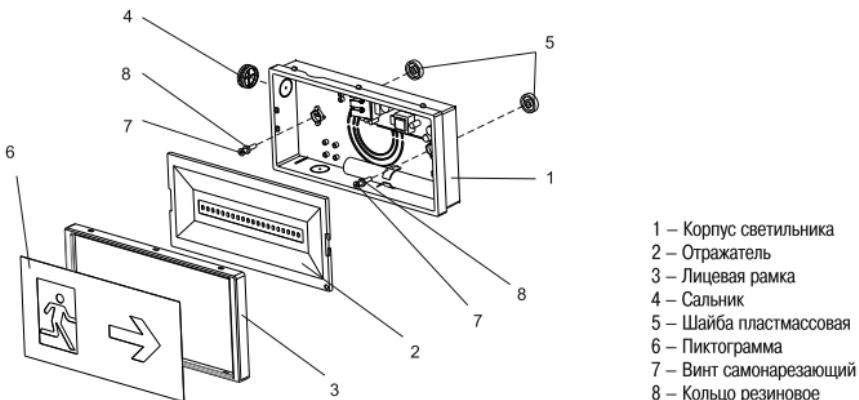

Рисунок 2
5.3 Подготовка светильника (рисунок 2)
5.5.4 Переключение режима работы (непостоянный/постоянный) производится установкой перемычки, которая замыкает контакты «L» и «SL» клеммной колодки 1 (рисунок 2).